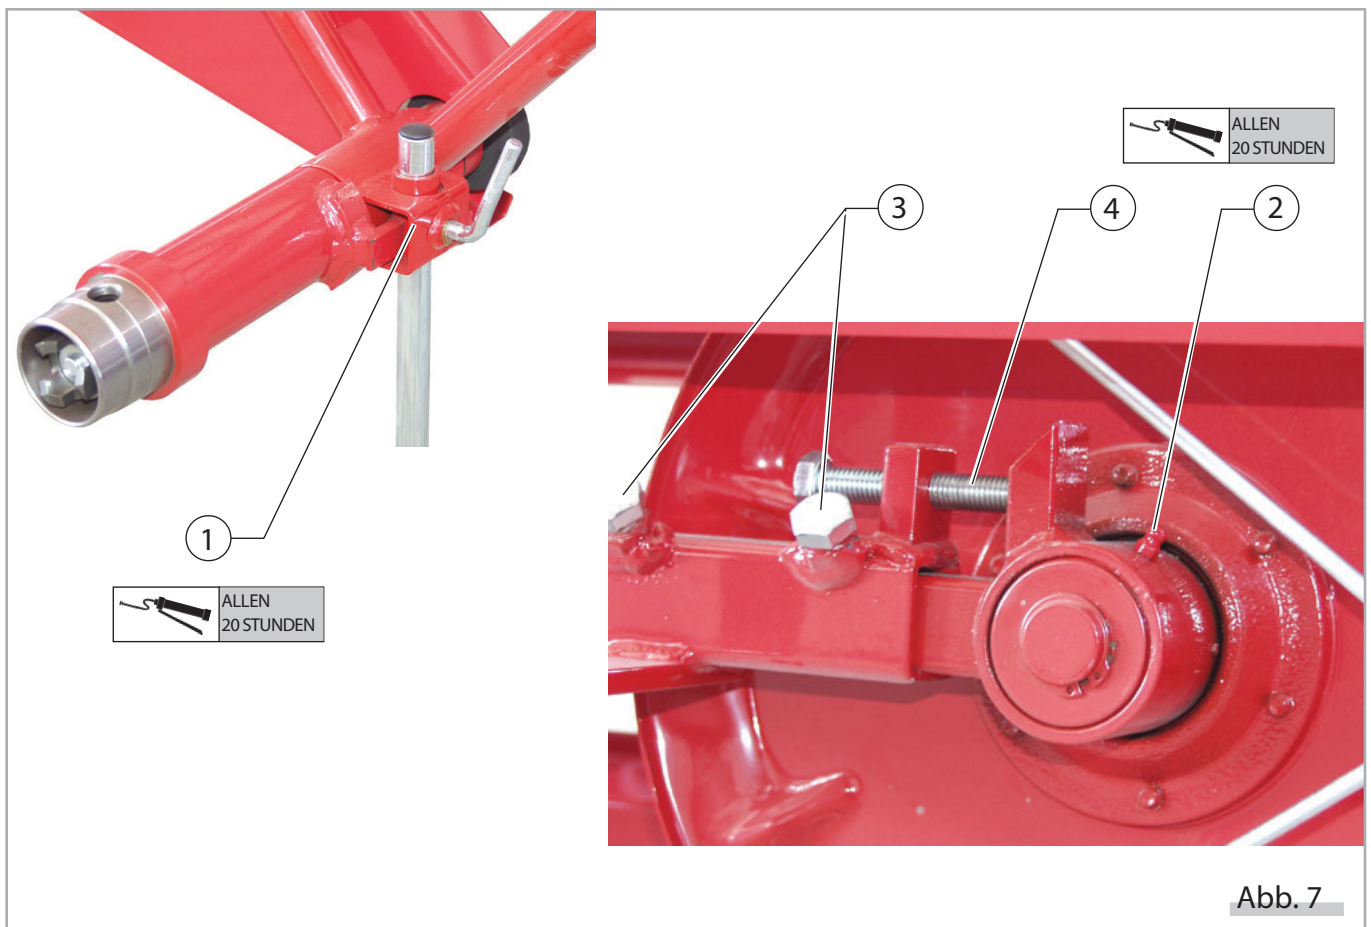

Abb. 7
- Einfetten der Getriebekupplung (Pos. 1, Abbildung 7)
- Einfetten der Riemenkupplungslager (Pos. 2, Abbildung 7)
- a) die beiden Befestigungsschrauben der Antriebsriemenscheibengruppe (Pos. 3, Abb. 7) lockern
- b) die Schraube des Spanners (Pos. 4, Abbildung 7) bis zum Erreichen der richtigen Bandspannung einschrauben
- c) durch Einschrauben der Befestigungsschrauben (Pos. 3, Abbildung 7) die Gruppe wieder blockieren